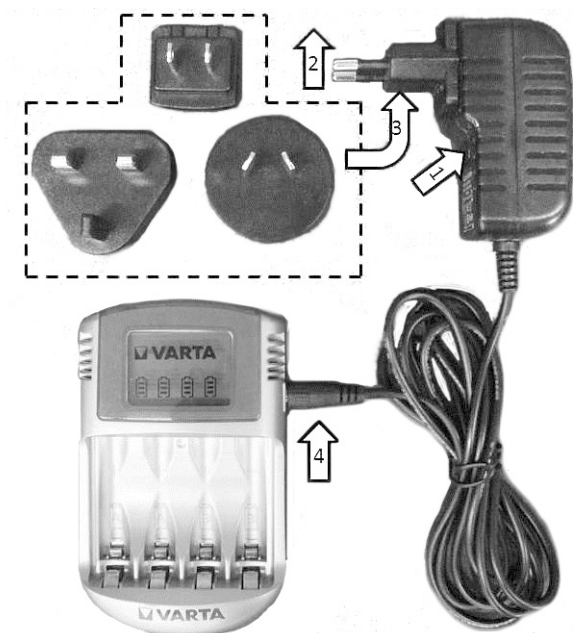

Рис. 3-2 Заміна роз'єму, що з'єднує зарядний пристрій
- натисніть кнопку нижче роз'єму й не відпускайте (1, Рис. 3-2)